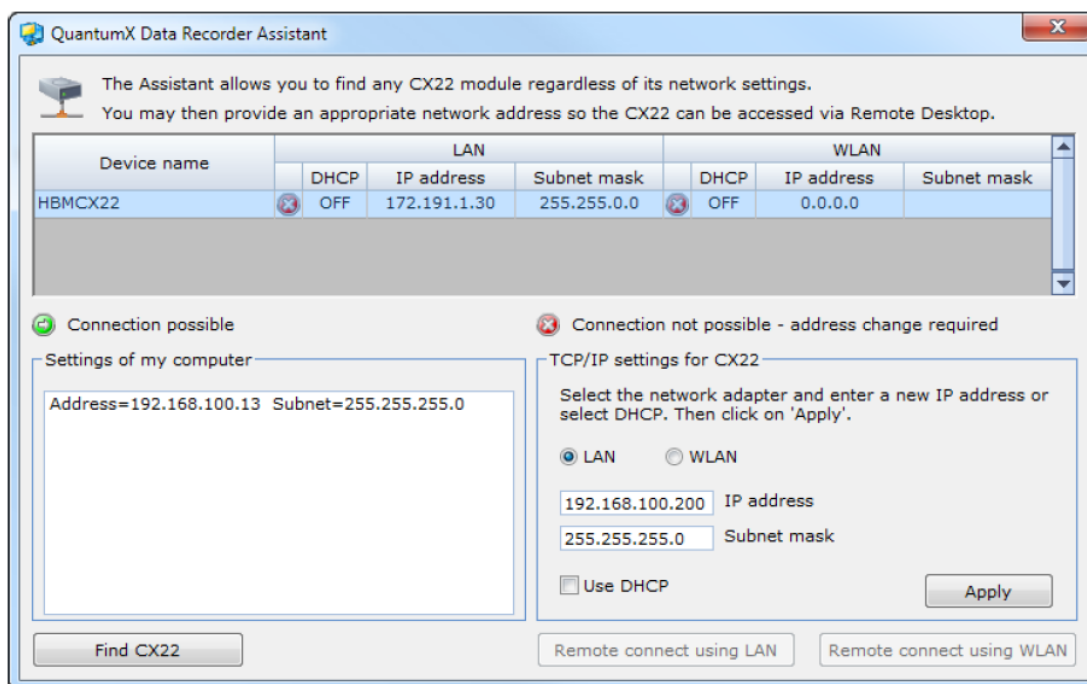

図 6.1 : ネットワーク検索後の QuantumX Data Recorder Assistant の画面表示（この例では LAN 経由で接続しています）
5. CX22-W データレコーダがトップリストに表示されます。併せて、各インターフェース（WLAN は CX22-W のみ）のカレントアドレスも表示されます（図 6.1）。